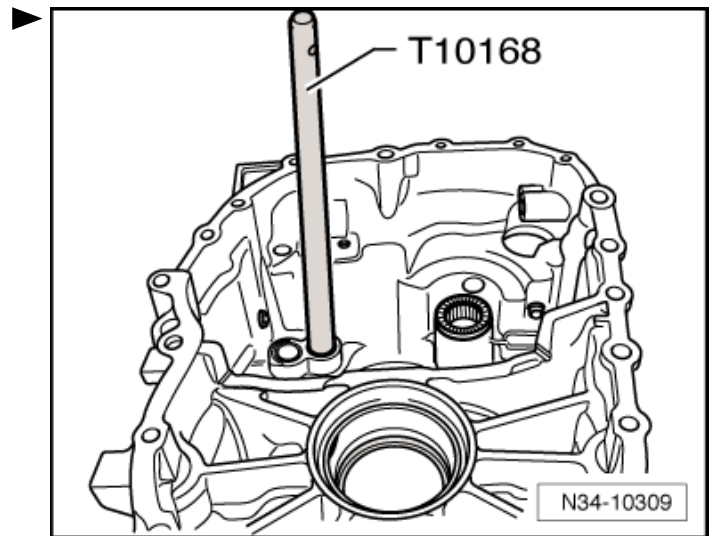

Abb. 8: Rasthülse -A- aus Getriebegehäuse auspressen
- ☐ auspressen bei zerlegtem Getriebe ⇒ Abb. 8 in **34-7** Seite 5